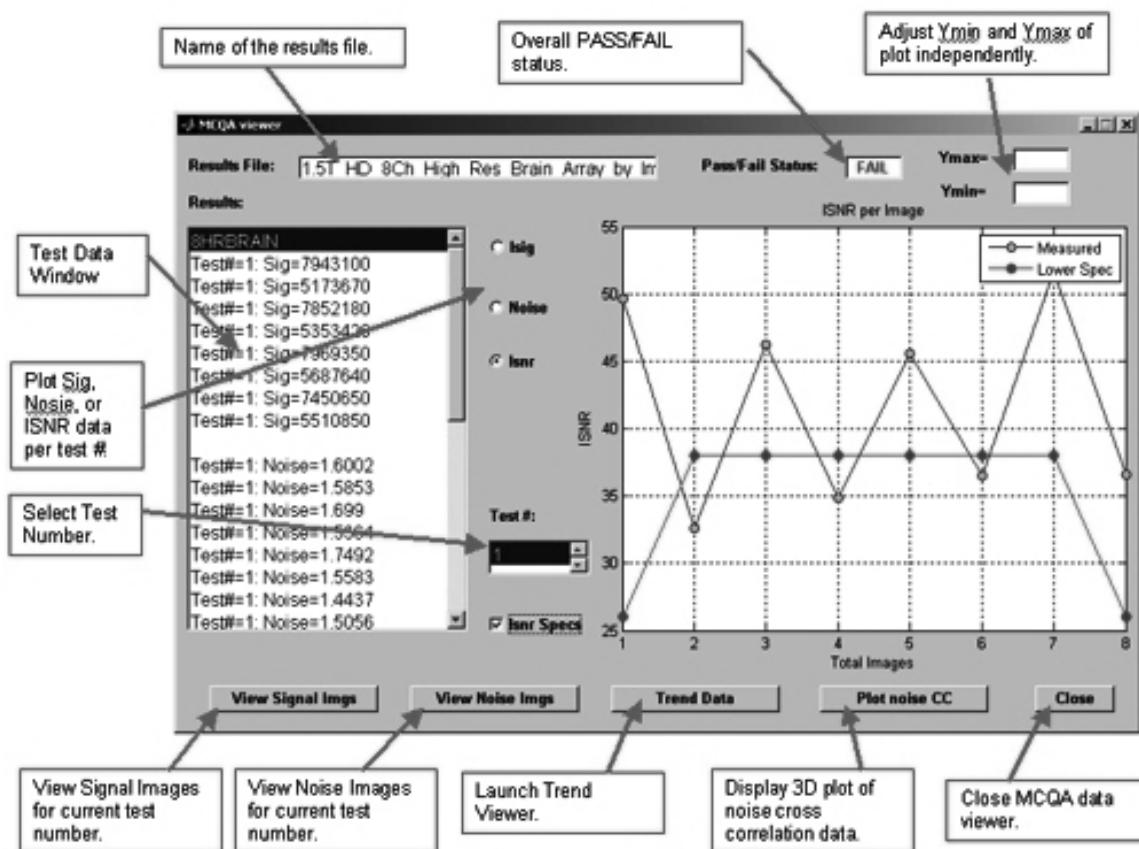

图 7
**注意：**将打开 Results Viewer (结果查看器)，如图 7 所示。此外，在查看器的顶部还将列出工具 GUI 上显示的结果文件名和通过/失败结果。